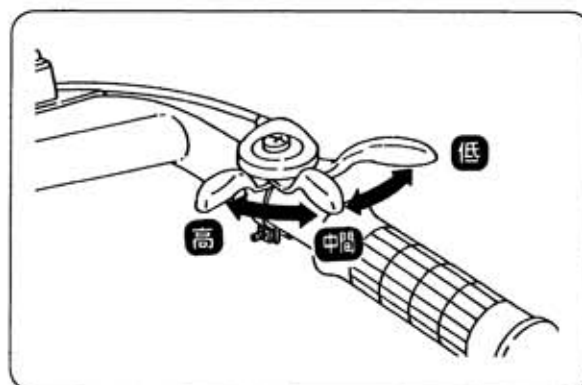

図28
- 3 スロットルレバーを上げて速度を調節します。（図28）